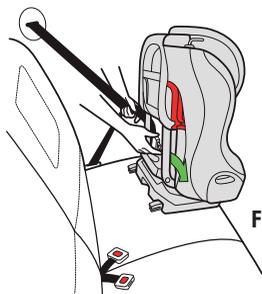

Figure 84
- Faites traverser la ceinture du véhicule dans le chemin de ceinture de la position orientée vers l'avant, en prenant soin de ne pas mettre la ceinture du véhicule entre le harnais et le dossier du siège, et bouclez la ceinture, tel qu'illustré dans la **Figure 84**.